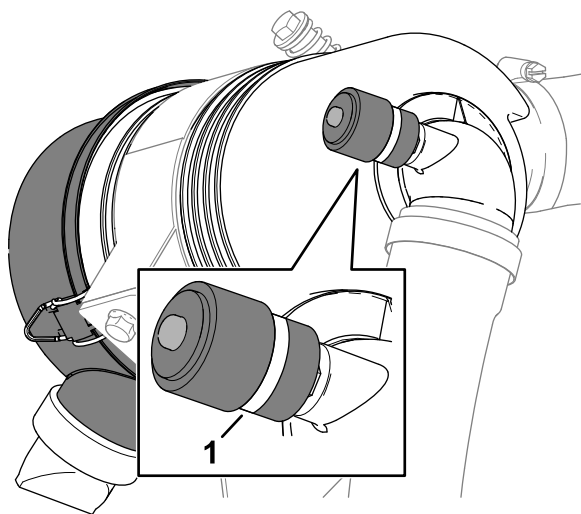

Figura 76
3. Compruebe el indicador de mantenimiento en el extremo de la carcasa del filtro de aire (Figura 76).